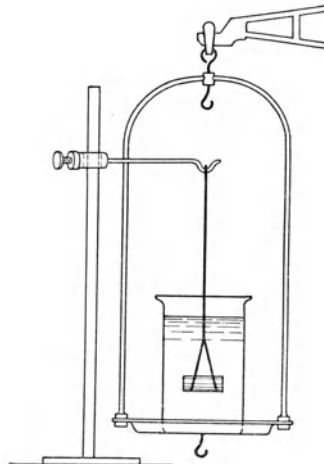

Fig. 87.
g) Hänge mit dem Faden die Walze so an einem Gestell auf, daß sie ganz in das Wasser im Becherglas eintaucht, ohne dessen Wand zu berühren (Fig. 87), und bestimme die Gewichtsvermehrung [ $F' \text{ gr}^*$ ].